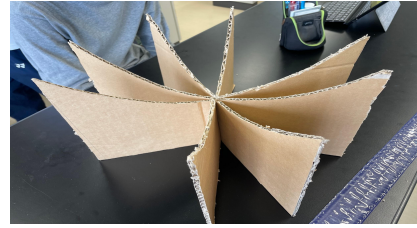

図5 パラボラ反射板の骨組み
③手順②で作成した4つのダンボールの中心を合わせ組み合わせる(図5)。
④ダンボールを手順③で作成した骨組みの隙間に、なめらかな曲線を描くように敷き詰める(図5)。(この際、表面の素材を均一にするためにガムテープを表面全体に貼り付けた。)